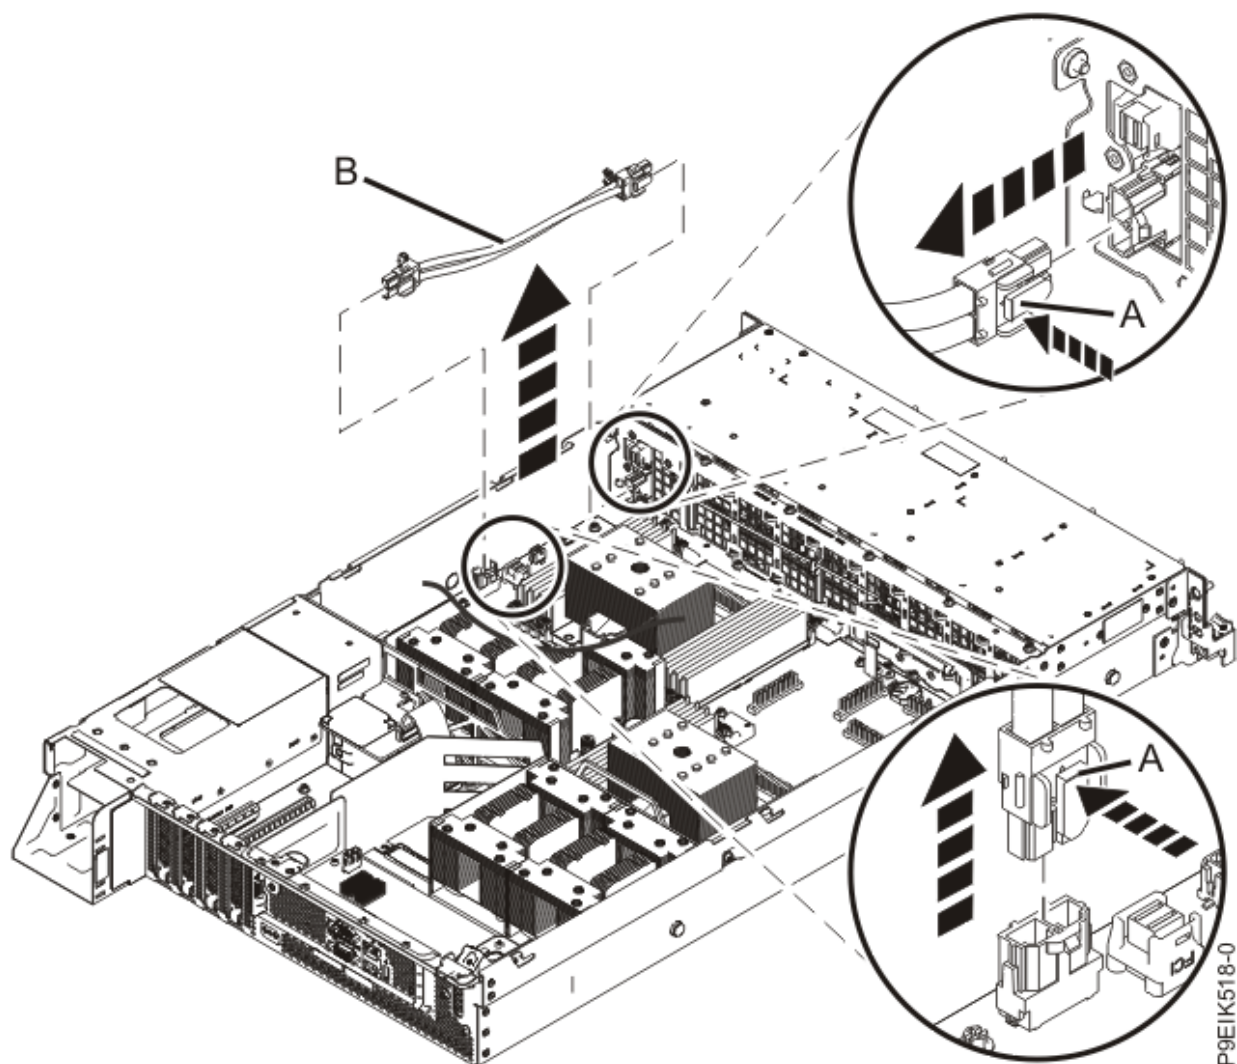

Figura 82. Extracción del cable de alimentación del ventilador del sistema
3. Sujete el extremo del conector del cable de alimentación del ventilador que está conectado a la tarjeta de expansión de alimentación. Consulte **(A)** en la Figura 82 en la página 91.